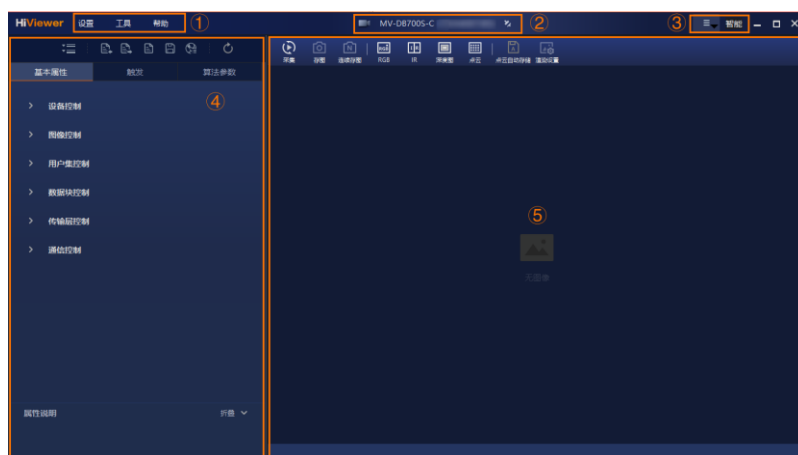

图3-16 客户端主界面
3. 单击设备右侧的  或双击设备即可连接设备。此时客户端主界面如 图 3-16 所示。